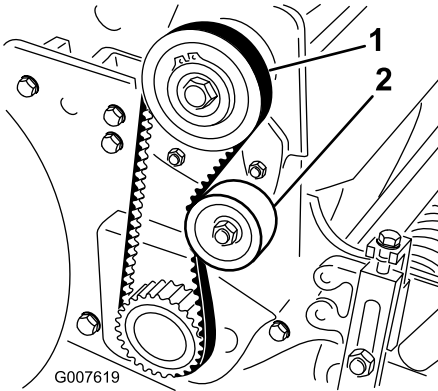

図 36
2. プーリ間の中央部で 図 36、1822N 1.82.3kg 程度の力でベルトを指で押して張りを点検する。ベルトのたわみが 6mm あれば適正とする。
- A. アイドラプーリ固定ナットをゆるめ、プーリを右に回してベルトの背に押しつけて、適当な張りを出す 図 36。